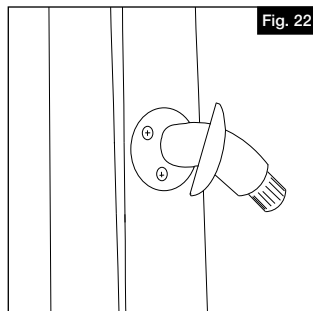

Fig. 22
- Glisser le couvercle de garniture sur le retour de poteau, mais NE PAS l'enclencher jusqu'à ce que l'installation de la main courante soit terminée (Fig. 22).